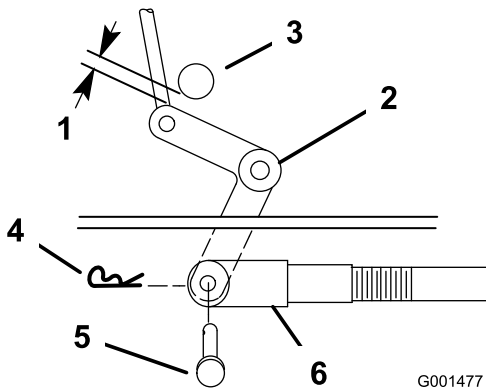
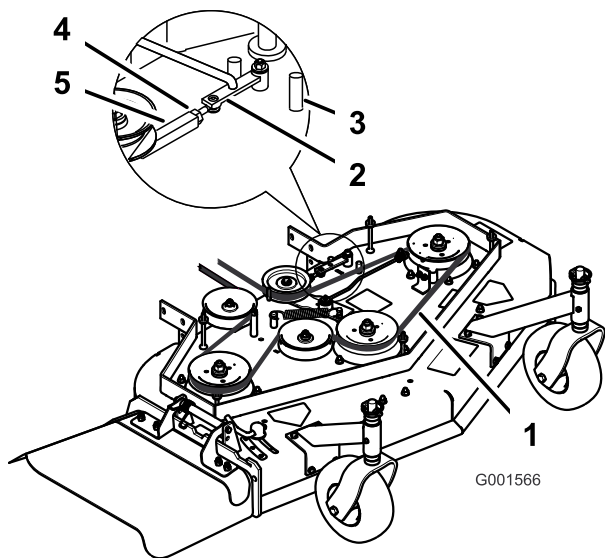

Figura 40
Figura 42
9. Compruebe la distancia entre la palanca acodada y el eje de salida de la transmisión (Figura 40).
11. Gire la horquilla en el sentido de las agujas del reloj para aumentar la distancia; gírela en el sentido contrario para reducirla (Figura 40).
Nota: Si el brazo no entra en contacto con el tope delantero de la plataforma del cortacésped (Figura 41 o Figura 42), ajuste la horquilla para acercar la palanca acodada al eje de salida de la transmisión (Figura 40).